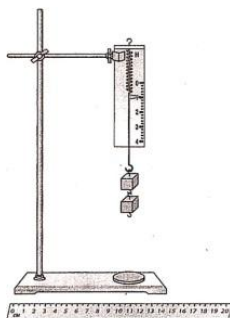

Рис. 1
1. Соберите установку для эксперимента (см. рис.1).